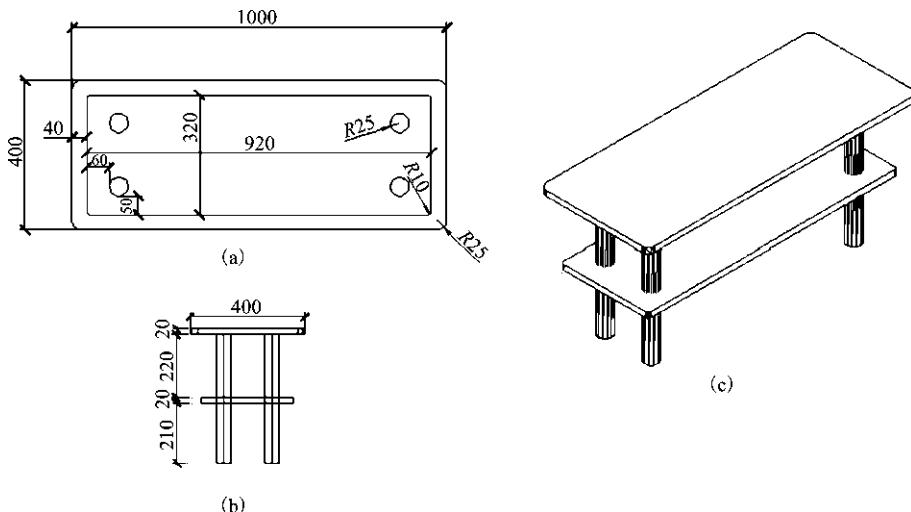

图 1-131 茶几
【实例 1-43】 绘制如图 1-131 所示的茶几。
①绘制如图 1-131(a)所示的平面图形。
②将平面图形转换成面域，通过拉伸建模得到茶几的四条腿及两块板，其中大矩形拉伸
- ③将小的矩形板向下移动 220 mm。
- ④将六个实体做并集，结果如图 1-131(c) 所示。